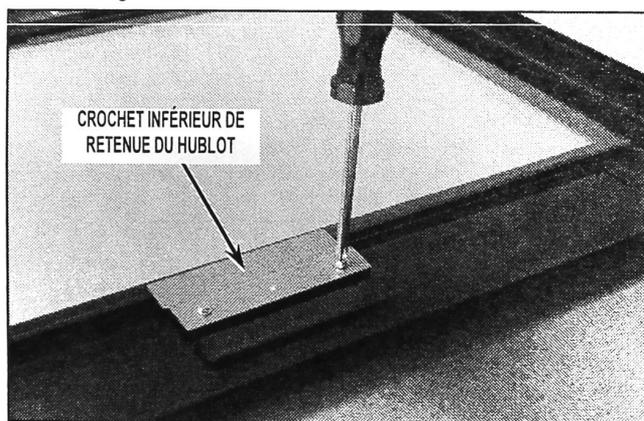

FIGURE 9
13. Retourner le cadre de la porte, le déposer sur la surface protégée et retirer le crochet inférieur de retenue du hublot. Voir Figure 9.